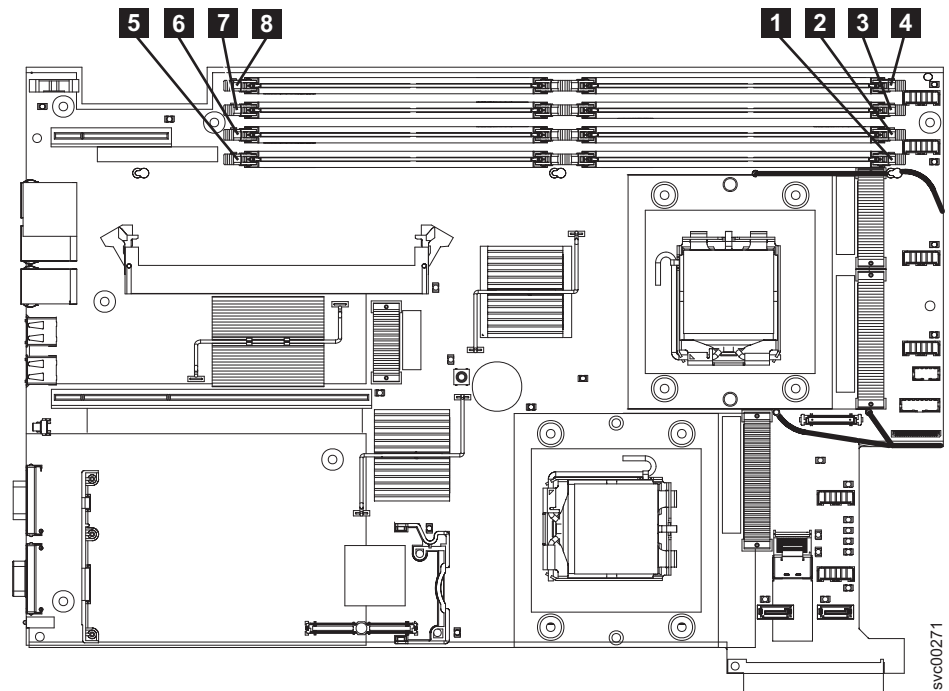

図 80. SAN ボリューム・コントローラー 2145-8G4 メモリー・モジュールの見つけ方
- 元のバージョン (Rev 1) は、109 ページの図 80 に示すように、スロット **1** から **8** 内で 8 個の 1 GB メモリー・モジュールを使用します。